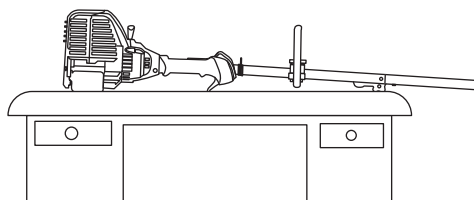

Fig. 22
2. Coloque el motor sobre una superficie plana y nivelada, con el protector de la cabeza de corte colgando de un banco o mesa de trabajo para obtener una lectura adecuada del nivel de aceite (Fig. 22).